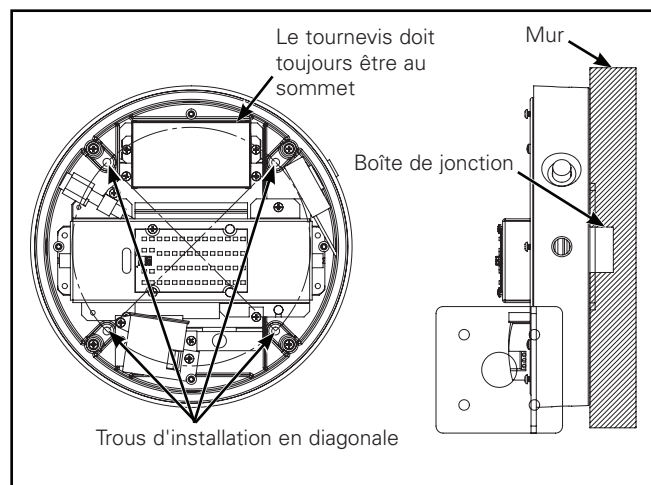

Figure 7 Installation du modèle à boîtier moulé peu profond
- Centrez le boîtier moulé sur un plafond ou mur plat et lisse au-dessus de la boîte de jonction. Utilisez le boîtier moulé comme modèle pour disposer les emplacements des fixations. (Figure 7.)
- Alignez le luminaire sans la lentille aux quatre trous de montage. Pour une installation murale, notez que le tournevis sera orienté au sommet, tel qu'illustré à la (figure 7). Serrez les quatre fixations de montage de manière suffisante pour comprimer le boîtier au joint.